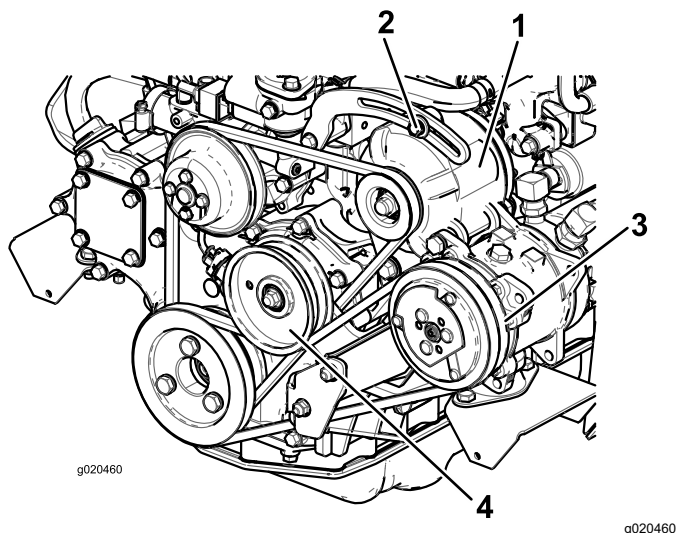

Figure 82
Si vous n'obtenez pas une flèche de 10 mm, desserrez les boulons de fixation de l'alternateur (Figure 82).
Vérifiez l'état et la tension de la courroie (Figure 82) toutes les 100 heures de fonctionnement.
2. Si vous n'obtenez pas une flèche de 10 mm, desserrez le boulon de fixation de la poulie de tension (Figure 82). Augmentez ou diminuez la tension de la courroie du compresseur et resserrez le boulon. Contrôlez de nouveau la flèche de la courroie pour vérifier si la tension est correcte.